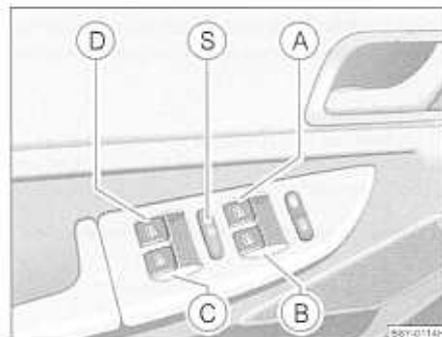

Fig. 27 Interruptor de la puerta del conductor
Los conmutadores para las diferentes ventanillas se encuentran en el apoyabrazos de la puerta del conductor → página 49, fig. 27, puerta del acompañante y en las puertas traseras*.
Con el pulsador de seguridad (S) → página 49, fig. 27 se pueden poner fuera de servicio los conmutadores de los elevavinas en las puertas traseras. Tras accionar de nuevo el pulsador de seguridad, los conmutadores traseros volverán a estar en condiciones de funcionar.
- Si se transportan niños en los asientos traseros, se recomienda poner fuera de funcionamiento los elevavinas eléctricos de las puertas traseras (pulsador de seguridad) (S) → página 49, fig. 27.